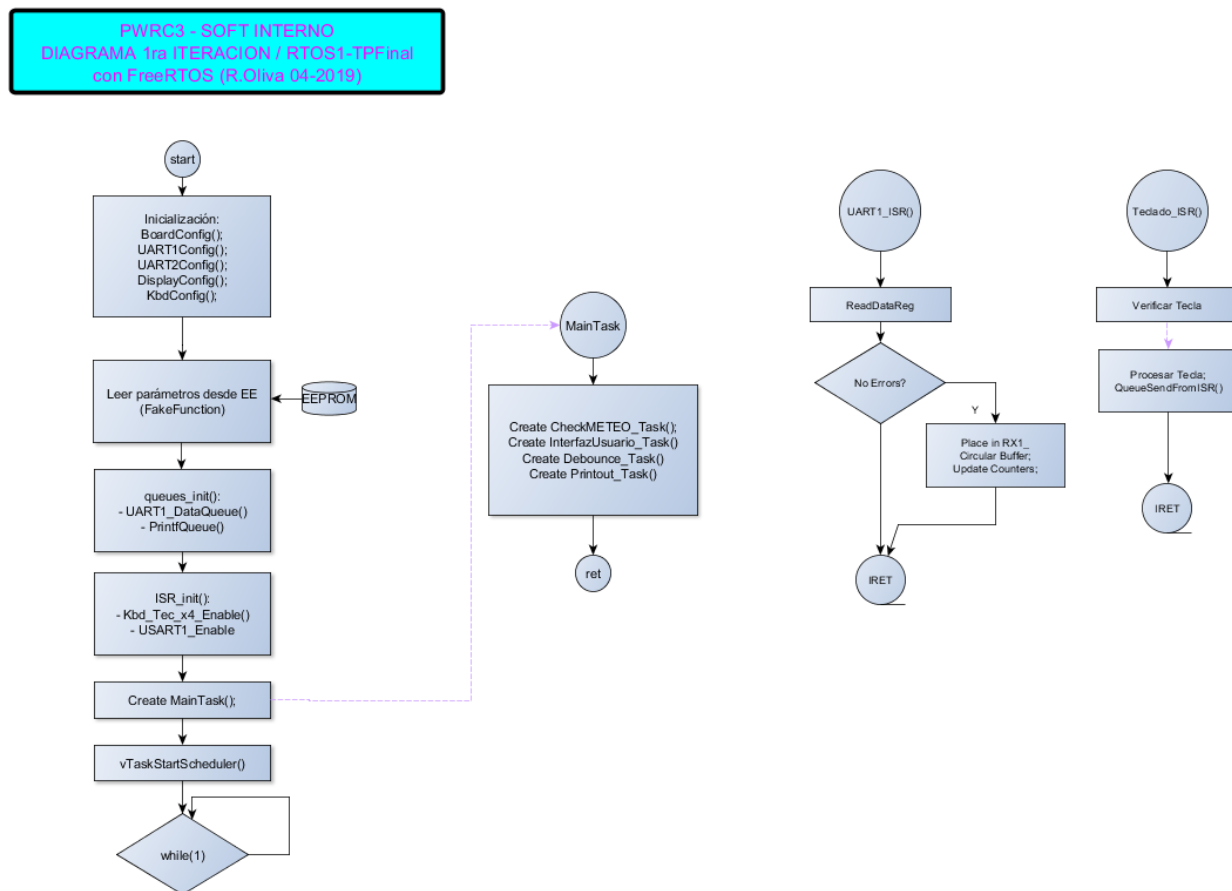

Figura 1 – Estructura general prevista del programa
2. **Hito 1, avances:** Se definió una posible distribución de tareas en el documento de alcances, a través de la siguiente diagrama (Figura 1)